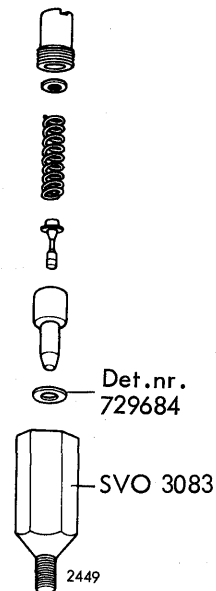

Fig. 31.
5. Monter disse dele i en forskruning (specialværktøj SVO 3083) som vist i fig. 31, og skru fjederholderen i bund.